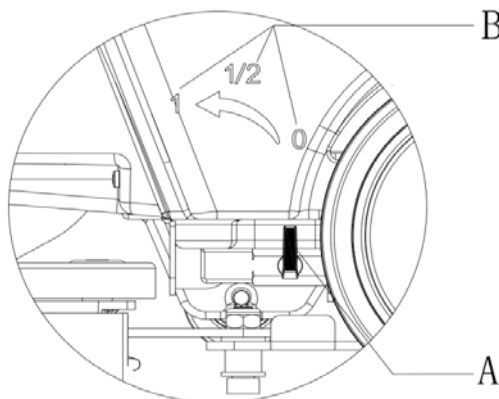

Abbildung 10
Der Netzschalter (45) muss sich in der Aus-Stellung "0" befinden, bevor Sie den Ventileinstellknopf (A, Abbildung 10) anpassen.
Stellen Sie den Ventilknopf ein, um die Menge des Wasserstroms je nach tatsächlichem Bedarf zu regulieren. B in Abbildung 10 zeigt die Menge des Wasserstroms.